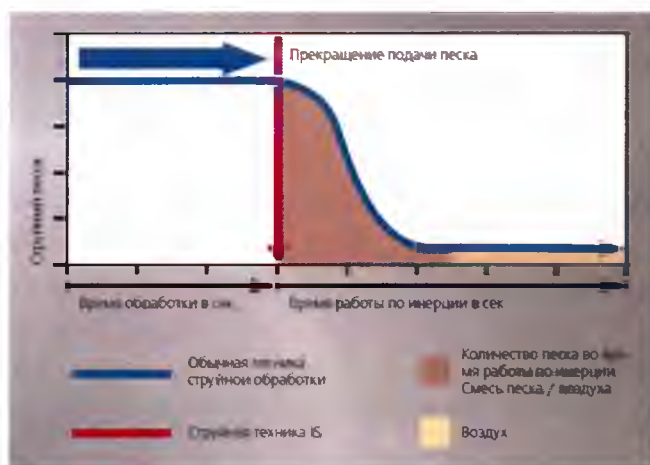

Рис.62
- Функция быстрой остановки IS (Immediate Stop): моментальный старт/остановка струйного процесса (рис.62)